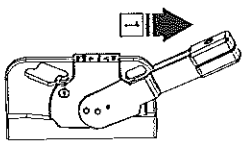

図1
1. ブレーカをONし、操作ハンドルをON位置エンドで調整ください。(図1)
2. Turn the MCCB or ELCB ON and hold the operation handle at the ON position. (See fig.1)